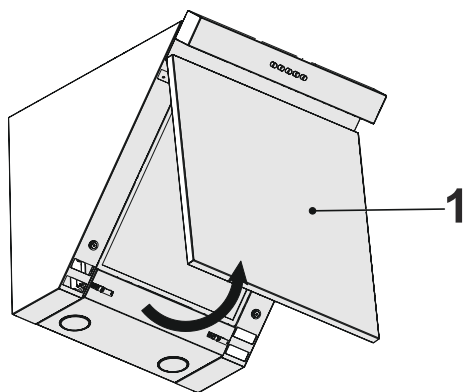

Fig. 7
1. ➤ Vip kantsugpladen op i pilens retning (Fig. 7)